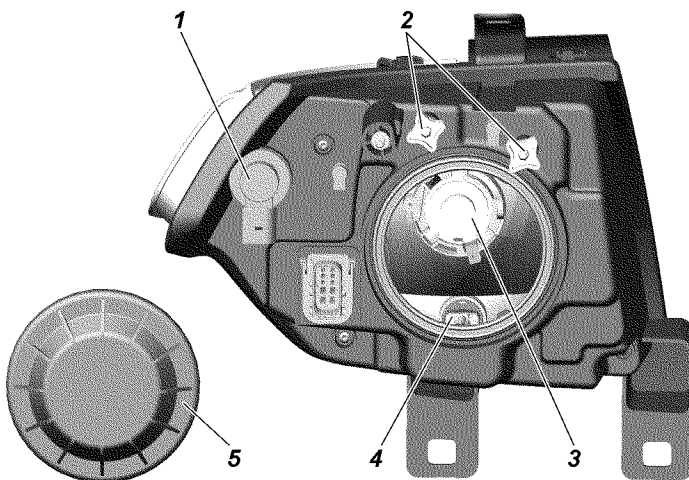

Рис. 9.29. Фара:
3. Включите ближний свет фар и, поочередно закрывая каждую фару, вращением регулировочных винтов 2 (рис. 9.29) добейтесь, чтобы светотеневая граница слева от точек E и E' совпадала с линией 1, а справа - с линиями 2 и 2' для левой и правой фар соответственно. Точки перелома светотеневой границы должны совпадать с точками E и E'.
Замена ламп фар. Для замены лампы указателей поворота снимите колодку с патрона 1 (рис. 9.29), поверните патрон по часовой стрелке (для правой фары) или против часовой стрелки (для левой фары) и выньте патрон в сборе с лампой.